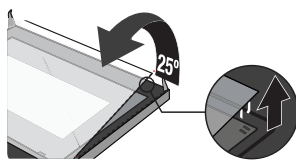

Рис. 4
4. Поднимите стекло на угол в  $25^\circ$  (рис. 4) и вытащите его из паза (рис.5).